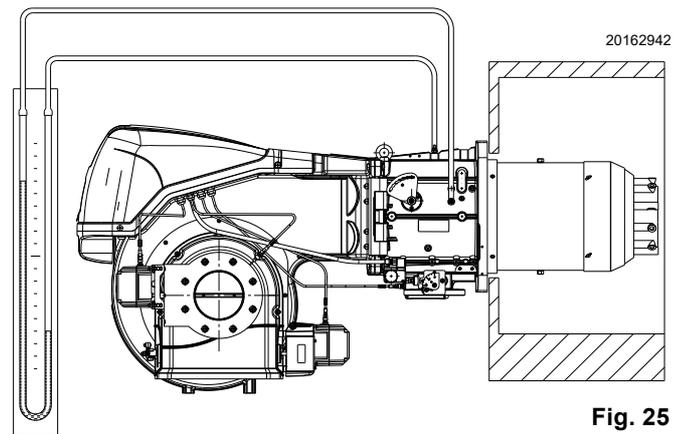

Fig. 25
- Montar un manómetro en U o un manómetro de tipo diferencial (Fig. 25), con toma (+) en la presión del gas del manguito y (-) en la cámara de combustión.
La llegada de gas al manguito puede observarse en el manómetro en U (Fig. 25).